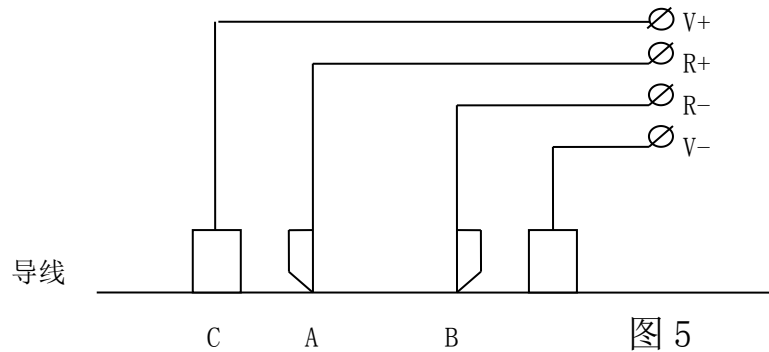

图 5
5.3 测量：根据被测值的大小，适当选择量程，以满足足够的分辨率，选择好合适的量程，被测电阻以四端钮方式从测量端接入，LED 数码管使显示测量值，当被测量值超量程则显示闪烁乃至显示开路，表示溢出，此时应该改用较高量程。图 5